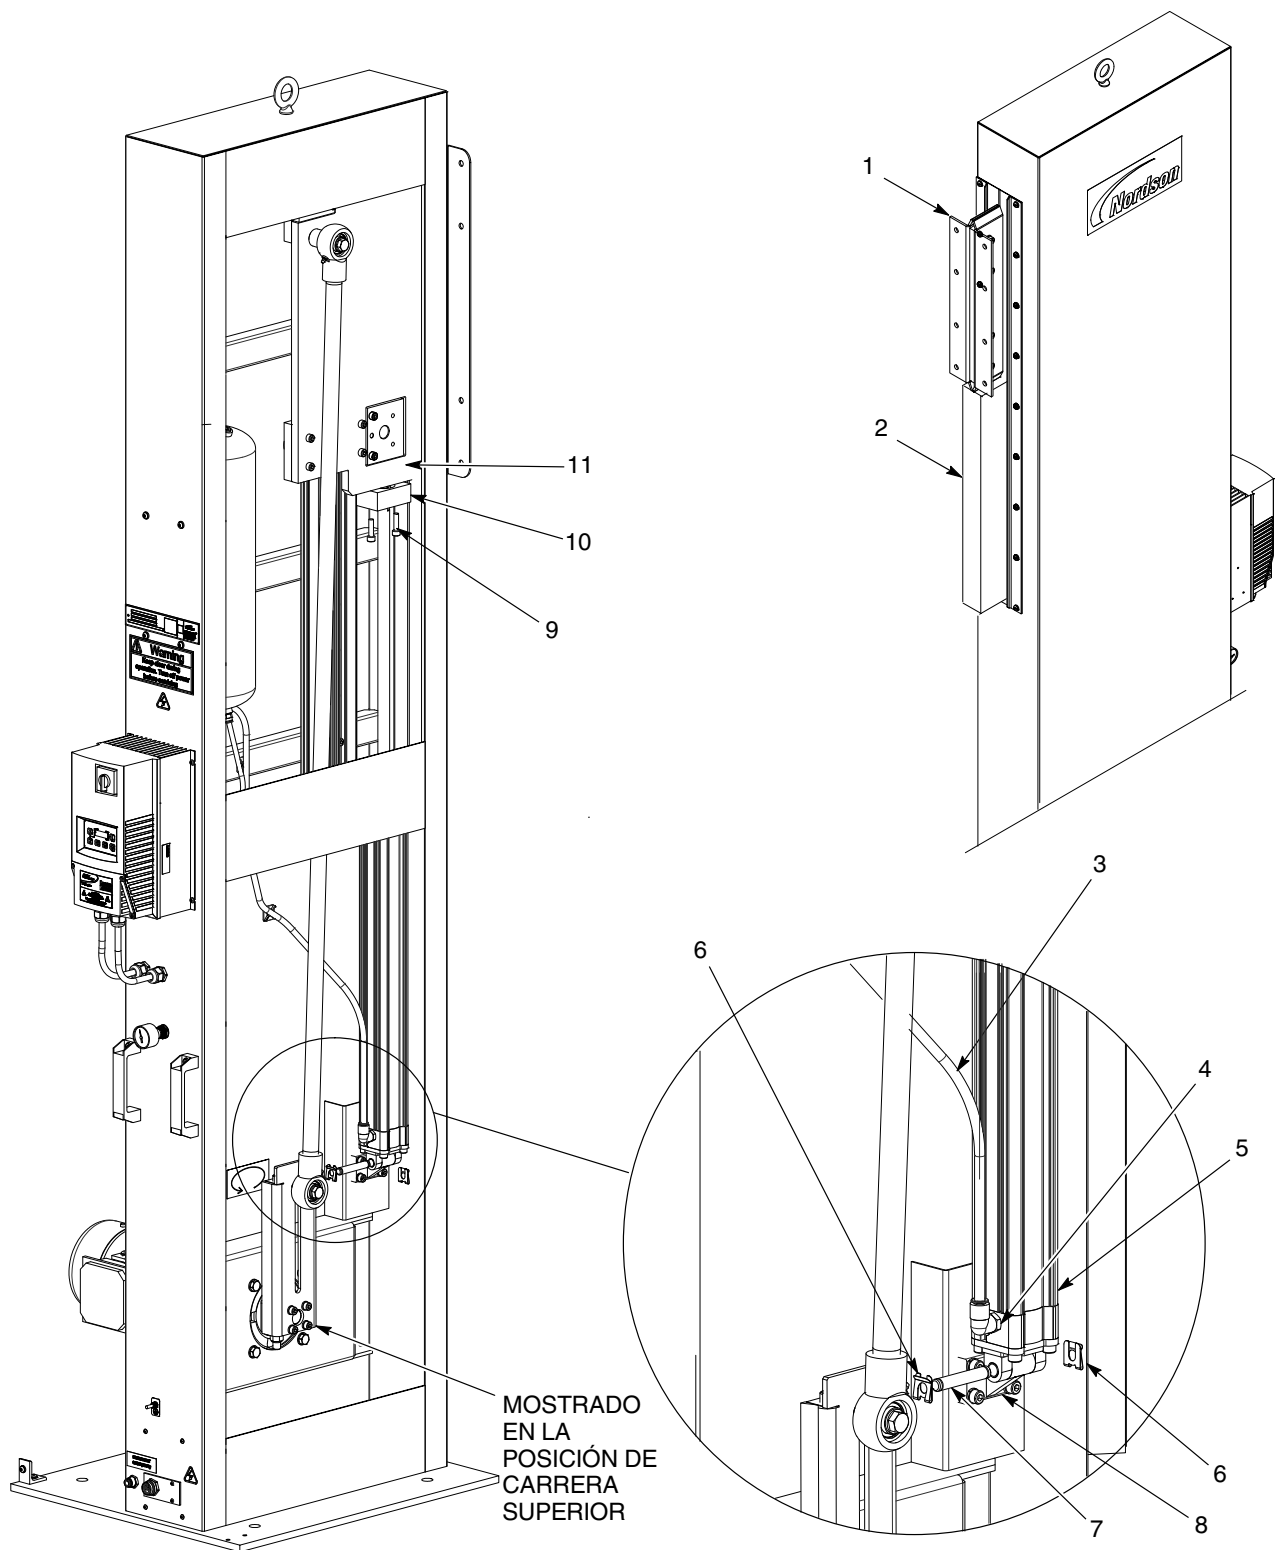

Figura 14 Extracción del cilindro neumático
1. Ver la figura 14. Extraer las pistolas y el hardware de montaje desde el soporte de la placa de montaje (1).
2. Desplazar el conjunto de la placa de montaje de la pistola (1) a la posición de la carrera superior. Utilizar un bloque (2) tal y como se muestra, para fijar el conjunto (1).
4. Desconectar la línea de aire (3) del racor del cilindro neumático (4).
5. Extraer las abrazaderas (6) y los pasadores (7) que fijan el cilindro neumático (5) al soporte (8).
6. Extraer los dos tornillos que fijan el montaje final de la varilla (10) a la placa de montaje de la pistola (11), e introducir la varilla del cilindro neumático en la carcasa. Extraer el cilindro neumático del oscilador.